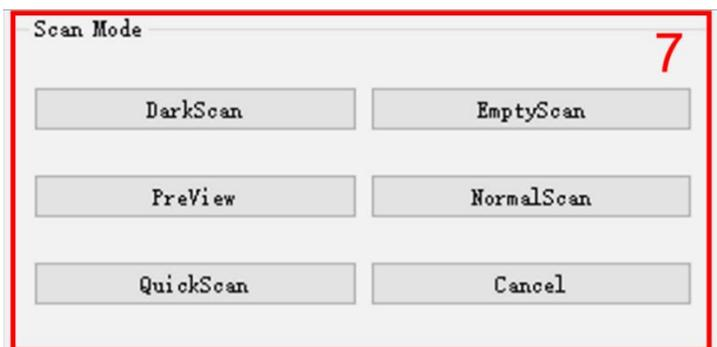
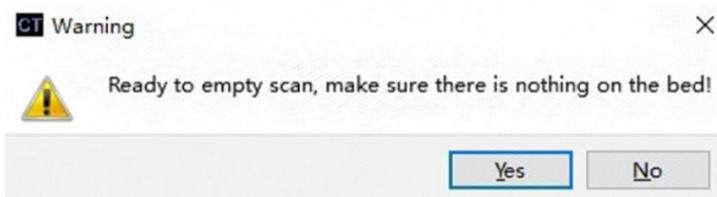

图 3.3.14 模块 7 中 EmptyScan 按钮
图 3.3.15 空场采集提示信息
(6).点击模块 7 中的 EmptyScan 按钮（如图 3.3.14 所示），将会弹出所示的提示信息（如图 3.3.15 所示），点击 Yes 按钮。此时弹出另一个界面，选择取消（如图 3.3.16 所示）。即会弹出另一个界面，然后选择保存并选择空场文件的保存路径（如图 3.3.17 所示）。